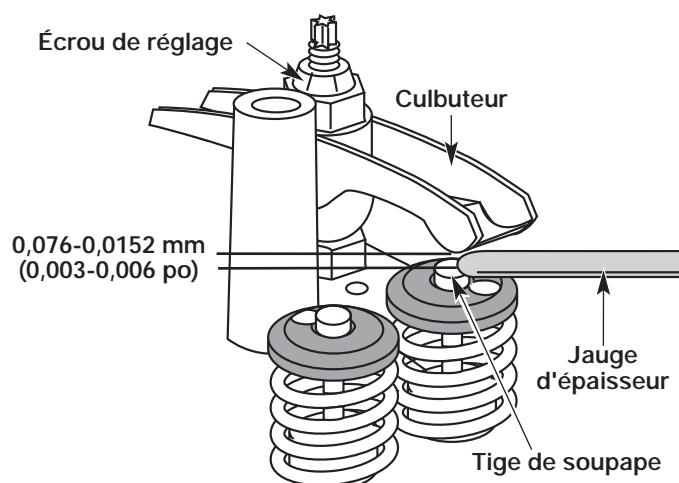

Fig. 32
L'écart de jeu recommandé pour l'admission et l'échappement est de 0,076 – 0,152 mm (0,003 – 0,006 po). Servez-vous d'une jauge d'épaisseur d'automobile standard de 0,127 mm (0,005 po). La jauge d'épaisseur devrait pouvoir glisser entre le culbuteur et la tige de soupape en rencontrant une faible résistance mais sans coller (Fig. 32)
- a. Tournez l'écrou de réglage à l'aide d'une clé de 8 mm (5/16 po) ou d'un tournevis à embout hexagonal (Fig. 32).